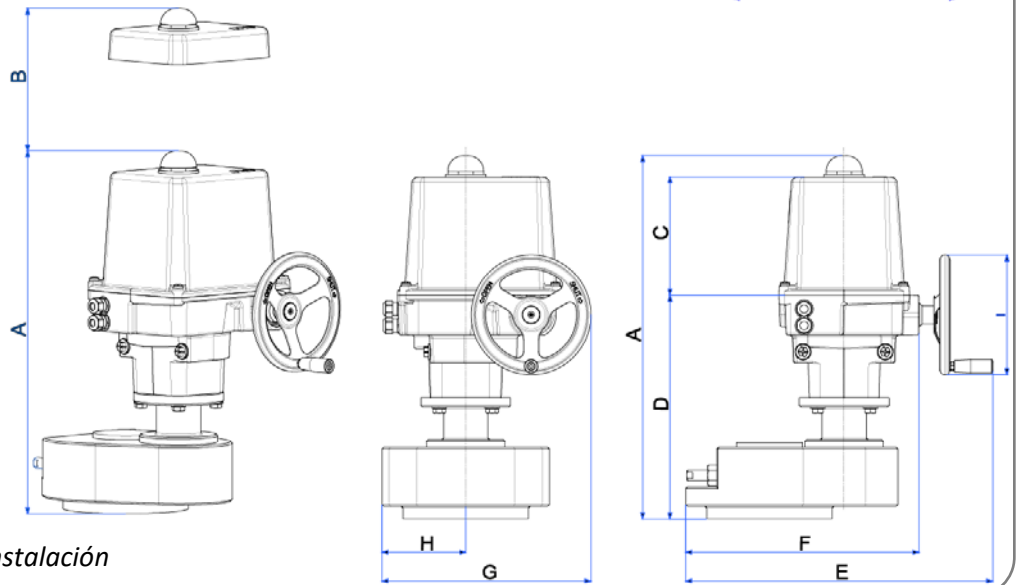

Figura 1: Dimensiones de la instalación
- Al instalar los actuadores, deje espacio suficiente para poder retirar la cubierta (figura 1).